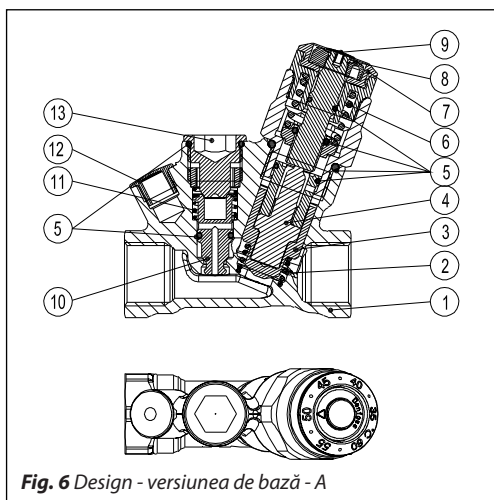
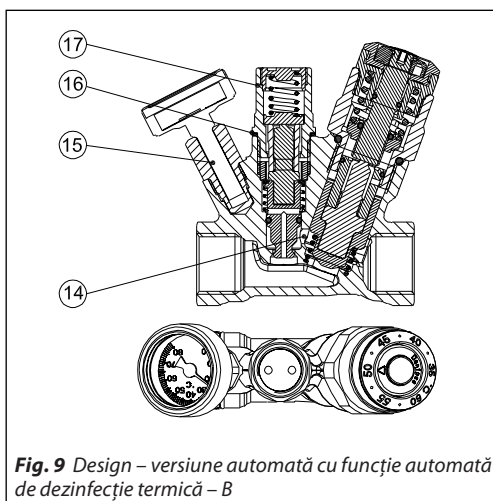
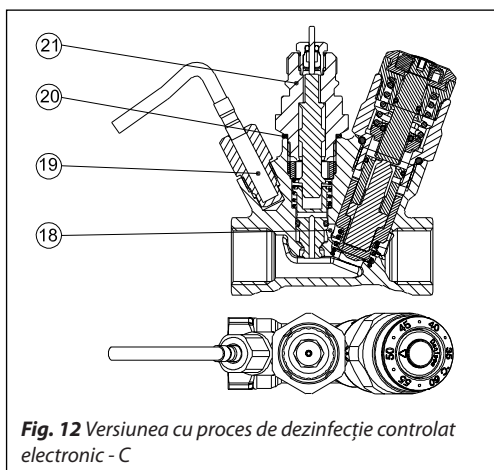

Fig. 6 Design - versiunea de bază - A
Fig. 9 Design – versiune automată cu funcție automată de dezinfecție termică – B
Fig. 12 Versiunea cu proces de dezinfecție controlat electronic - C
MTCV este o vană proporțională termostatică automată. Un termoelement (fig. 6 poz. 4) este plasat în conul vanei (fig. 6 poz. 3) pentru a reacționa la schimbările de temperatură.
Un arc de siguranță (fig. 6 poz. 6) protejează termoelementul împotriva deteriorării atunci când temperatura apei depășește valoarea punctului de referință.
După scoaterea dopului din conectorul de dezinfecție (fig. 6 poz. 13) (operația poate fi efectuată în condiții de lucru, sub presiune) se poate monta modulul de dezinfecție termostatică (fig. 9 poz. 17).
- 1-13 Conform descrierii din fig. 6
După scoaterea dopului de dezinfecție (fig. 6 poz. 13), adaptorul poate fi montat (fig. 12 poz. 21) și la fel servomotorul termic TWA.
În capul termometrului (fig. 12 poz. 19) trebuie montat un senzor de temperatură PT 1000. Servomotorul termic și senzorul sunt conectate la regulatorul electronic CCR2+ care permite un proces eficient de dezinfecție în fiecare coloană montată de recirculare. Modulul principal de reglare lucrează în intervalul de temperatură 35-60 °C. Când procesul de dezinfecție / tratamentul apei calde începe, CCR2+ controlează debitul prin MTCV prin intermediul servomotoarelor termice TWA. Avantajele unui proces de dezinfecție reglat electronic cu CCR2+ sunt: